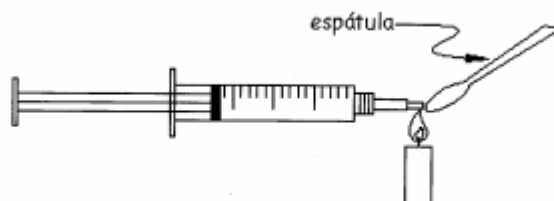

Figura 2
2. Calentando de nuevo la punta de la jeringa, y con la ayuda de una espátula de metal, cierra con el mismo plástico derretido el hueco que dejó la aguja (Figura 2). Espera a que se enfríe, y desenrosca la tapa. Esta será la **TAPA DE LA JERINGA**.